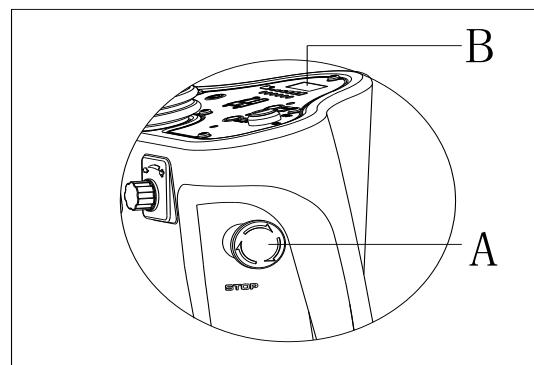

Figura 5
Dacă în timpul operării mașinii se ivește un caz de urgență, apăsați comutatorul de avarie (A, Figura 5), apoi toate funcțiile mașinii se vor opri; nu va exista niciun afișaj pe panoul de comandă (B, Figura 5)
1. Inserați comutatorul cheie (40) și rotiți-l la poziția "ON".
2. Apăsați pedala (6) către față, cu piciorul, pentru a ridica ansamblul perie (11) de la podea.
3. Rotiți butonul de ajustare a vitezei (42) în sens invers acelor de ceasornic, până la capăt.
4. Amplasați peria (A, Figura 5) sau laveta (B, Figura 5) în centru, în aliniere cu suportul de perie.
5. Apăsați pedala (6) către spate, cu piciorul, pentru a coborî la podea ansamblul perie (11). Așezați-vă în scaun, apăsați butonul periei (39) și depresați ușor pedala (23), peria/laveta se pot asambla automat. Repetați acești pași până când peria/ laveta sunt instalate.
7. Depresați pedala (6) către față, cu piciorul, pentru a se ridica ansamblul perie (11) de la podea, apăsați butonul de scoatere a periei (41) pentru dezinstalare automată